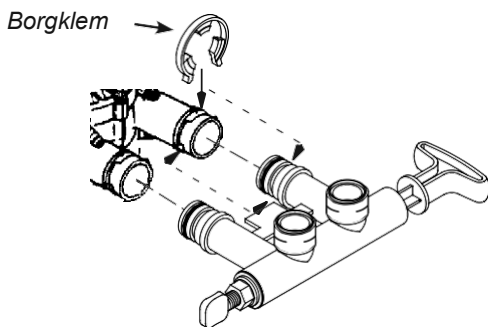

FIG. 6
4. Duw de bypass zover mogelijk in de ontharderklep. (FIG. 6) Het is mogelijk de bypass met de flexibele slangen, zowel aan de onderzijde als aan de bovenzijde te monteren.
5. Klik de twee borgklemmen van bovenaf op hun plaats (FIG. 6).